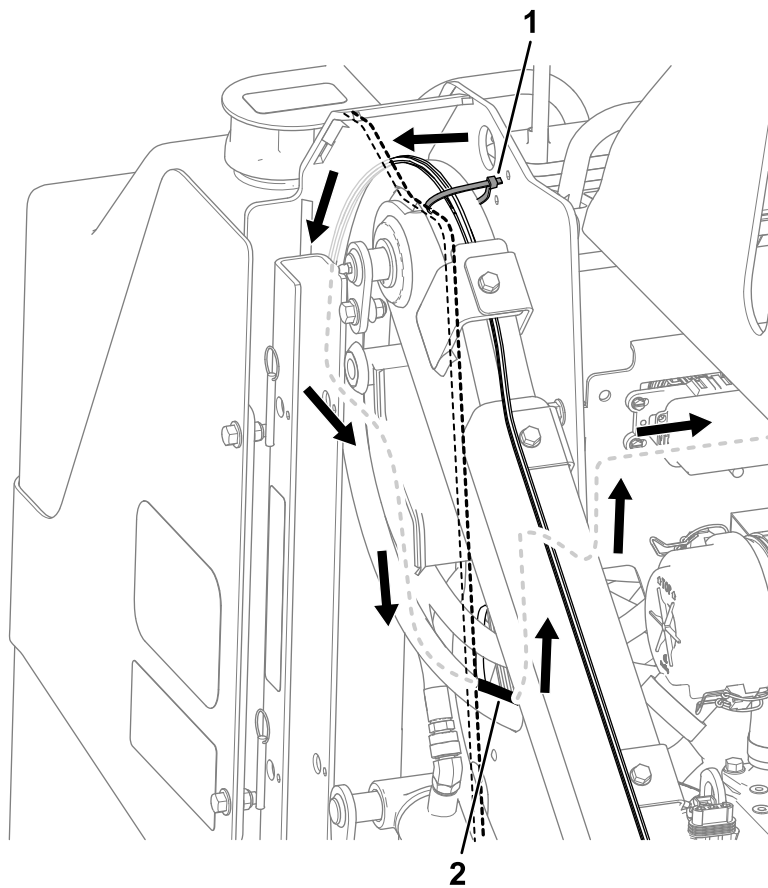

Figura 3
3. Fije el arnés en la parte superior del brazo de carga con una brida. Enrute el arnés por el orificio de acceso y tome el extremo del arnés con los 4 conectores hacia arriba en el espacio bajo el panel del salpicadero (Figura 3).